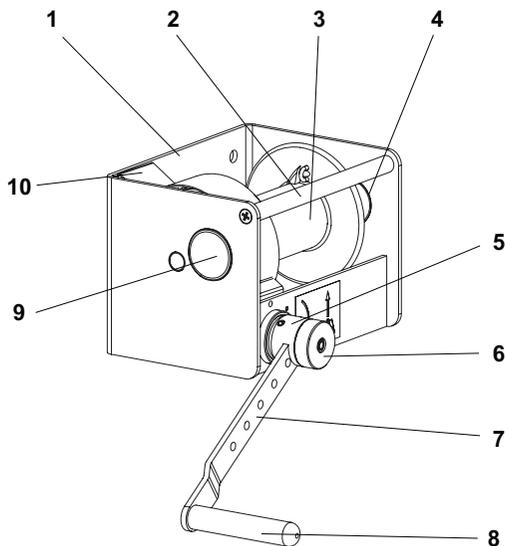

Fig. 2
Ao atuar sobre a manivela (item 4, fig. 1 ou item 7, fig. 2), em função do sentido de rotação indicado (fig. 12), a carga de material é elevada. Se o operador manipular a manivela no sentido contrário, a carga de material é descida. É possível ajustar o comprimento da manivela graças a um dispositivo de ajuste exclusivo para o caRol Duratech 250 (item 6, fig. 2).
- uma estrutura (item 1, fig. 1 ou item 1, fig. 2) na qual o guincho caRol Duratech é montado
- uma pega de transporte (item 2, fig. 2) para o transporte do guincho caRol Duratech 250
- um cárter de proteção (item 3, fig. 1 ou item 10, fig. 2) que assegura a proteção do redutor contra as projeções e os choques durante a instalação, a utilização, o transporte e a armazenagem do guincho e permite que o operador utilize o aparelho com segurança.
- Retirar o cárter (item 10, fig. 2).
- Reposicionar o cárter (item 10, fig. 2).
- Puxar o botão (item 6, fig. 2).
- Introduzir a secção retangular da manivela no cubo (item 5, fig. 2); a pega (item 7, fig. 2) deve ficar orientada para o exterior do guincho.
- Ajustar o comprimento da manivela de manobra (item 7, fig. 2) ao comprimento desejado.
- Soltar o botão (item 6, fig. 2).
- O eixo situado no centro do botão e o botão (item 6, fig. 2) devem voltar à posição inicial. O eixo não deve sobressair do botão. Se o eixo sobressair, isto significa que a manivela não está bloqueada no lugar.